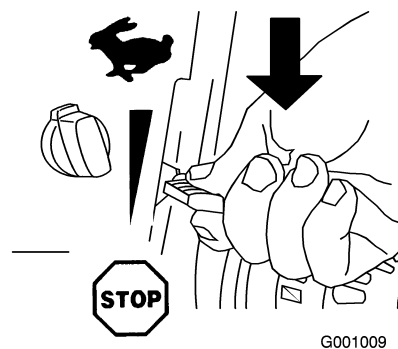

Figure 26
- Réglez la manette d'accélérateur à la position d'arrêt (Figure 26).